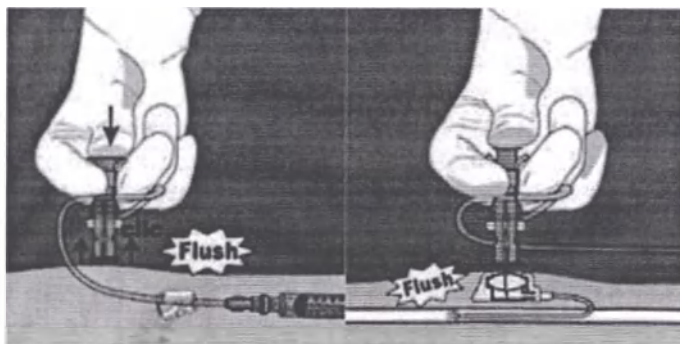

Рисунок 7
д) Опустите поршень большим пальцем, доведя его до кожи, и одновременно поднимите экстрактор (движением вверх), пока не услышите щелчок, свидетельствующий об общей блокировке иглы (Рис. 7).
- **автоматически создает положительное давление** (физиологического раствора) в имплантируемом порту, таким образом, ограничивая риск обструкции тромбом дистального наконечника катетера (Рис. 7).